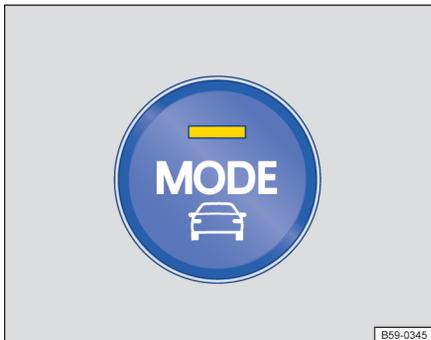

图 160 中控台下部：驾驶模式选择按钮
- 按压驾驶模式选择按键→图 160。驾驶模式选择菜单显示在信息娱乐系统的显示屏中。已激活的驾驶模式被选中。
- 按压驾驶模式选择按键→图 160。驾驶模式选择菜单显示在信息娱乐系统的显示屏中。
- 或：重新按下驾驶模式选择按键→图 160，以便自动选择下一个未激活的驾驶模式。